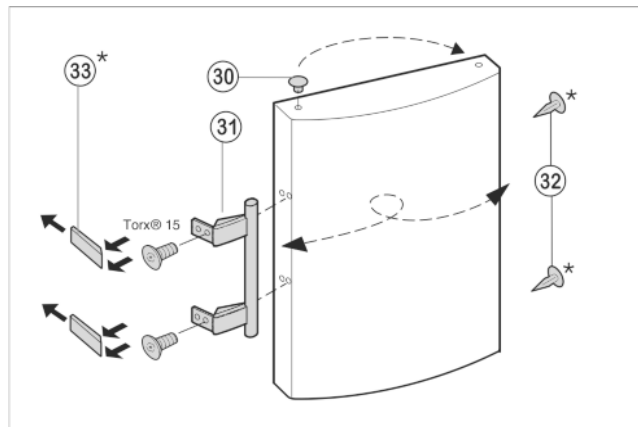

Fig. 9
- ▶ Wyciągnąć wkładkę Fig. 9 (30) z zawiasu drzwi i przełożyć na drugą stronę.
- ▶ Zdemontować uchwyt drzwi Fig. 9 (31), zatyczki Fig. 9 (32) oraz płytki dociskowe Fig. 9 (33) i przełożyć je na przeciwną stronę.